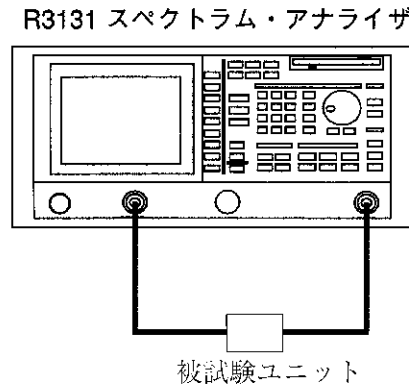

図 2-86 被試験ユニットの接続
10. 図 2-86 のように、本器の TG OUTPUT と RF INPUT1 の間に被試験ユニットを接続します。